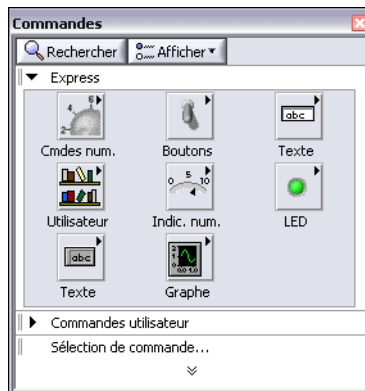

Figure 1-4. Palette des commandes
1. Si la palette **Commandes**, représentée dans la figure 1-4, n'est pas apparente sur la face-avant, sélectionnez **Affichage»Palette des commandes** pour l'afficher.